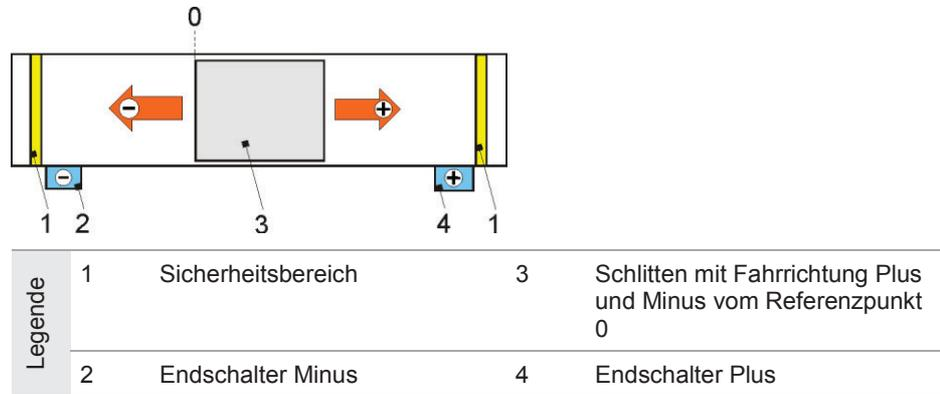

Bild 8: Beispiel Verfahrrichtung und Endschalter-Beschaltung
2. Die Drehrichtung des Motors prüfen. Sie muss die Sicherheits-Endschalter berücksichtigen (Bild 8). Ggf. die Drehrichtung des Motors ändern.